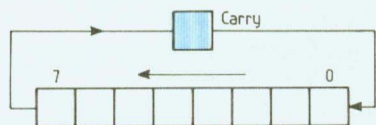

Fig. 23
**ROL** : Effectue une rotation à gauche du contenu de l'accumulateur A ou de la mémoire, d'après le principe de la figure 23. Le bit sortant est positionné dans le bit C du CCR, le contenu de ce dernier étant transféré dans le bit 0 du registre.